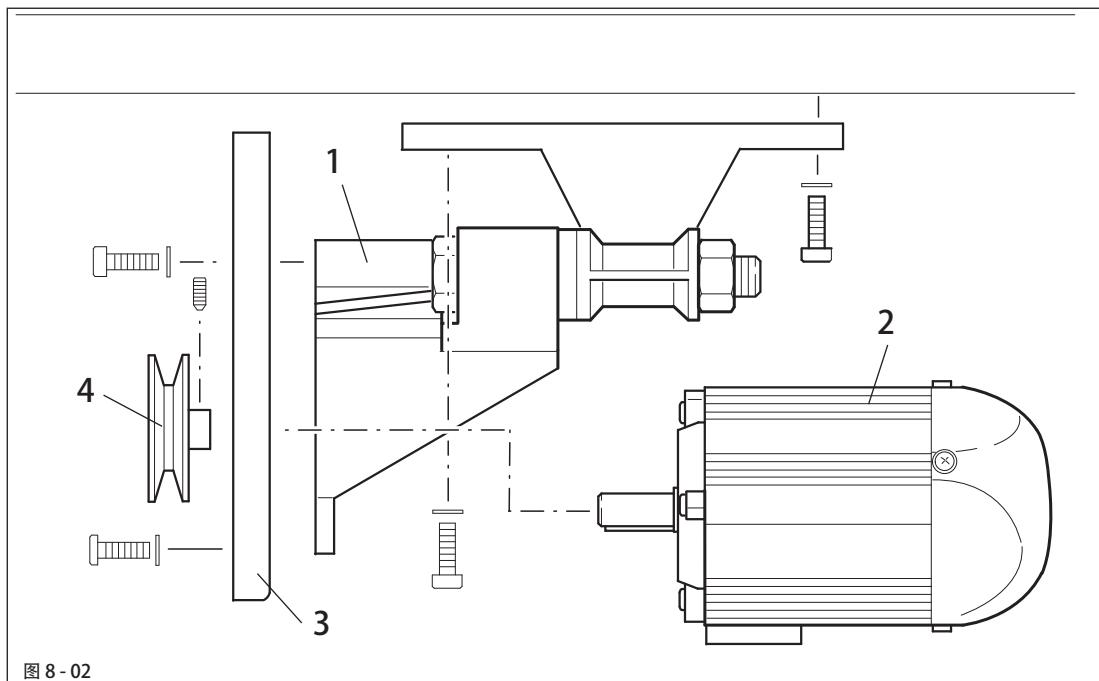

图 8-02
- 根据图 8-02 安装电机支架 1、电机 2、皮带罩支架 3 和带盘 4。